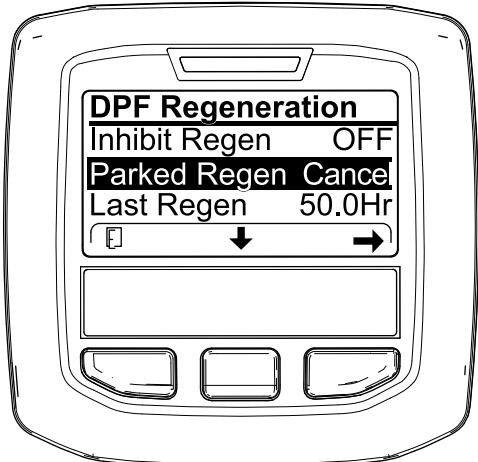
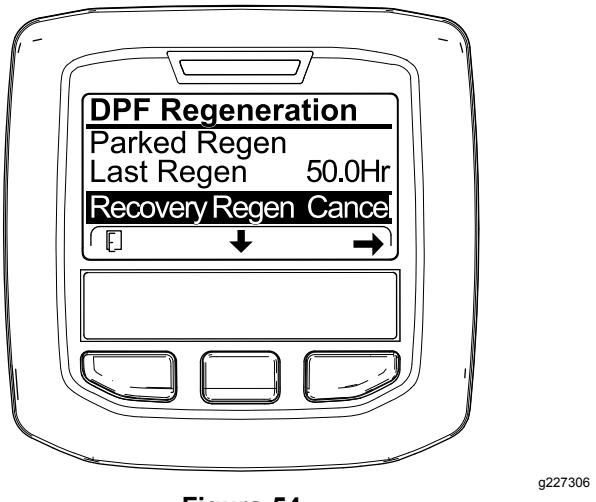

Figura 53
Figura 54
- Premete il pulsante centrale per scorrere il menu verso il basso fino all'opzione PARKED REGEN CANCEL (Figura 53) o all'opzione RECOVERY REGEN CANCEL (Figura 54).
- Premete il pulsante destro per selezionare la voce Cancel relativa alla rigenerazione (Figura 53 o Figura 54).